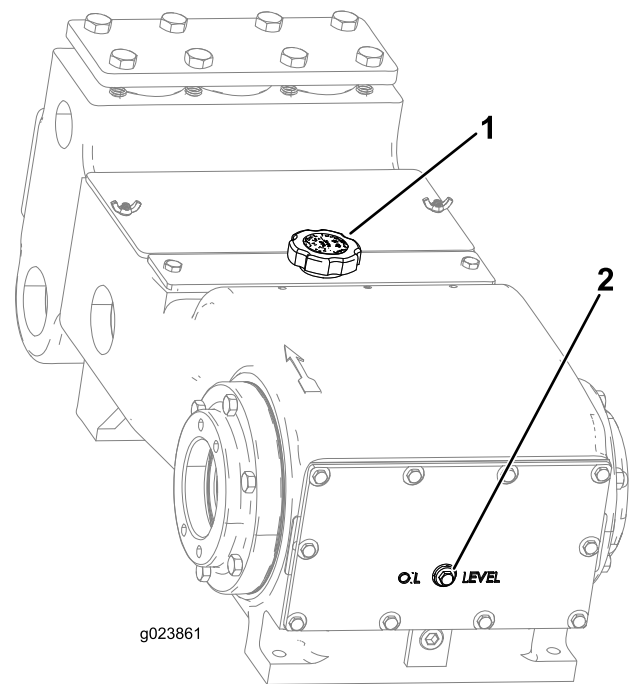
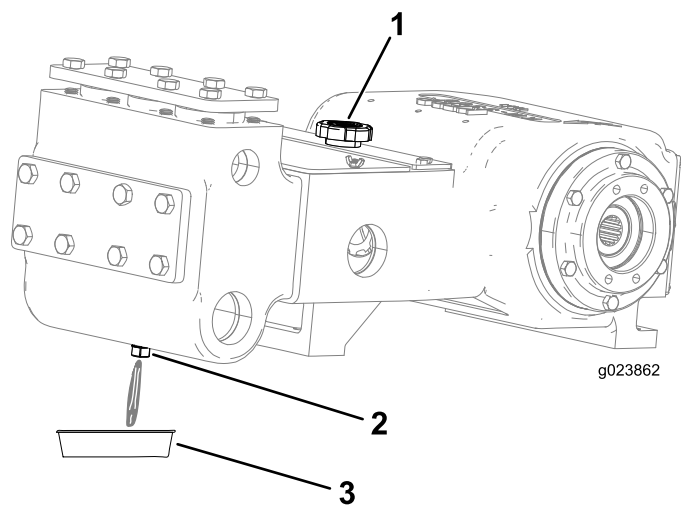

Figura 121
Figura 122
2. Retire el tapón de nivel de aceite del cárter (Figura 121).
3. Asegúrese de que el nivel de aceite llega a la línea de llenado de aceite (Figura 121).
4. Retire el tapón de vaciado y coloque un recipiente debajo del orificio del tapón de vaciado (Figura 122).
6. Deje que se drene el aceite del tapón de vaciado en el recipiente (Figura 122).
8. Retire el tapón de llenado de aceite (Figura 122) y añada aproximadamente 1,8 litros de aceite, o hasta que el aceite llegue al nivel del tapón de nivel de aceite, según se muestra en Figura 121.